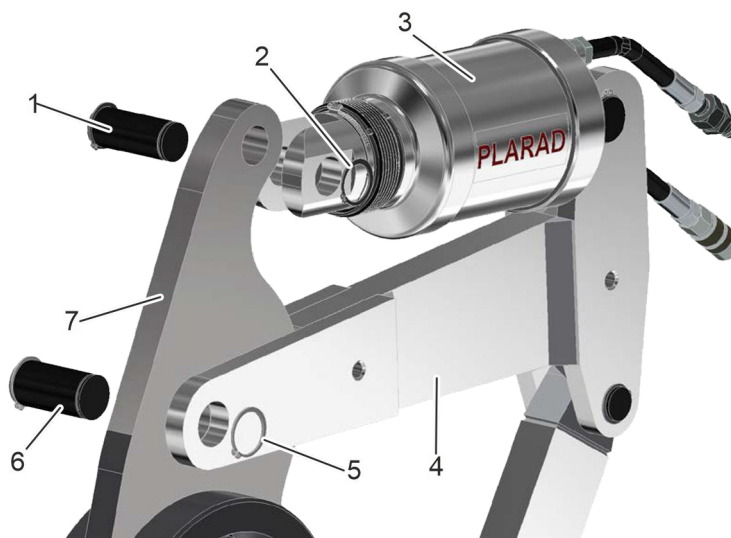

Fig. 5: Fastgørelse af ringnøgleindsats
3. Skub stikbolten (Fig. 5/1) fuldstændigt gennem hullerne i ringnøgleindsatsen (Fig. 5/7) og i drivcylinderen (Fig. 5/3) for at fastgøre en ringnøgleindsats.
4. Sørg for at sikre stikbolten (Fig. 5/1) med låseringen. Skub dertil låseringen (Fig. 5/2) på, og klem den fast ved hjælp af låseringstangen (Fig. 6).
5. Skub stikbolten (Fig. 5/6) fuldstændigt gennem hullerne i ringnøgleindsatsen (Fig. 5/7) i reaktionsarmen (Fig. 5/4).
6. Sørg for at sikre stikbolten (Fig. 5/6) med en låsering. Skub dertil låseringen (Fig. 5/5) på, og klem den fast ved hjælp af låseringstangen (Fig. 6).